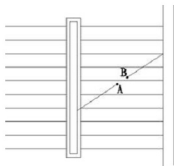

图 2.121 将斜线在 A 点和 B 点处打断
③ 在 **指定第一个打断点**：提示下，关闭【对象捕捉】功能，单击图 2.121 所示的 A 点位置，选择 A 点为第一个打断点。
④ 在 **指定第二个打断点**：提示下，单击图 2.121 所示的 B 点位置，选择 B 点为第二个打断点，结果将斜线打断，形成一个 AB 缺口。